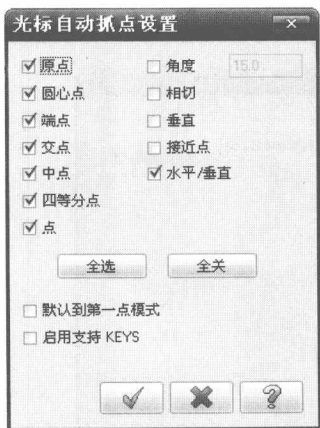

图 1-5 “光标自动抓点设置”对话框
- “自动捕捉设置” : 单击该按钮, 可以弹出“光标自动抓点设置”对话框, 如图 1-5 所示。用于设置自动捕捉功能, 单击“全选”按钮, 可一次设置所有的捕捉功能; 单击“全关”按钮, 将关闭所有的捕捉功能。
在图形区单击鼠标右键,会弹出快捷菜单,通过该菜单可快速进行一些视图方面的操作,如图 1-10 所示。例如,选择“自动抓点”命令,弹出“光标自动抓点设置”对话框,如图 1-5 所示。从中用户可设置系统自动捕捉的类型。